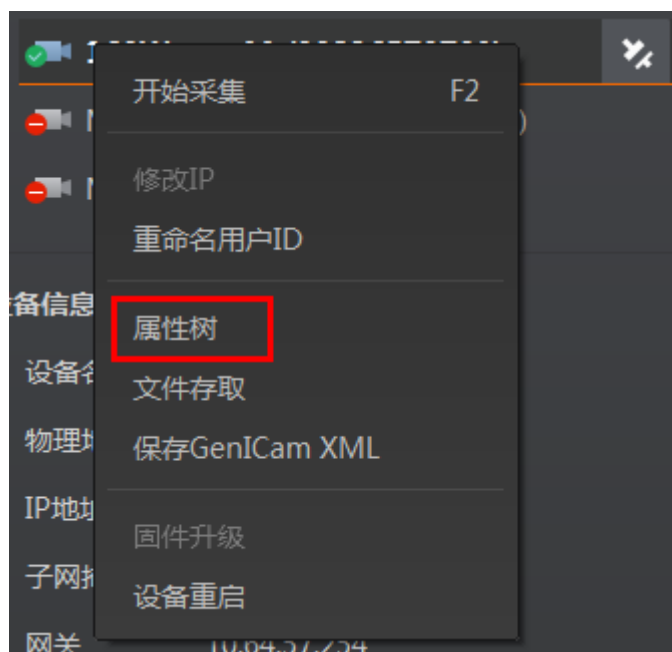

图3-8 进入属性树
1. 通过“相机连接”模块选择设备，右键单击进入属性树，如图 3-8 所示。